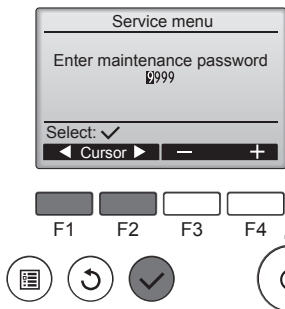

Fig. 7-3
- 2 Wanneer het menu Service geselecteerd is, verschijnt er een scherm dat om een wachtwoord vraagt. (Fig. 7-3)